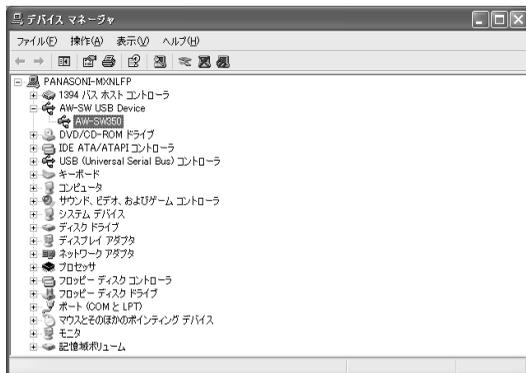

図5：デバイスマネージャ画面
- 6 デバイスドライバが正常にインストールされたことを確認するために、図5のようにデバイスマネージャを開き、“AW-SW USB Device:AW-SW350”と表示されていることをお確かめになることをお勧めします。